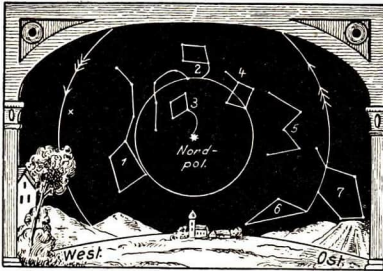

Abb. 26
Beobachte die endlos wiederkehrende **Drehung des Sternhimmels** (Abb. 26) in einer Nacht! (Ergebnis: Regelmäßig wie eine gewaltige Uhr.) — Beachte das unaufhörliche Hin und Her der Menschen, Tiere und Fahrzeuge in einer Groß-
3. Die Uhren. Die natürliche Uhr ist der Sternenhimmel (Abb. 26). Da man diesen nicht immer als Uhr benutzen kann, so bauten die Menschen künstliche Uhren.